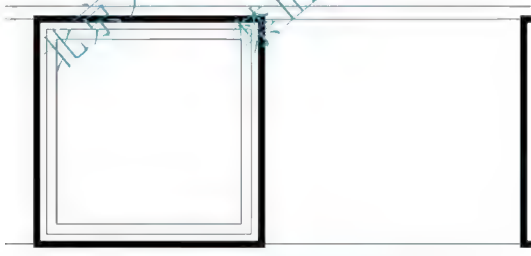

图 4.20 偏移生成窗框和窗扇的轮廓线
- (1) 设置【门窗】图层为当前层，用【窗口缩放】命令将左下角的窗洞口放大。
- (2) 使用【偏移】命令将窗洞口线以 80mm 间距向内偏移两次。由于偏移生成的每个矩形线宽为 50mm，需用【分解】命令将其 4 条边变成 4 条独立直线，线宽也变为 0mm，结果如图 4.20 所示。